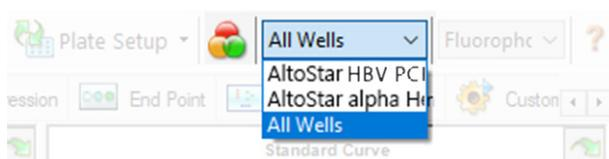

Figura 4: Botão Well Group (Grupo de Poços) e menu pendente Well Group (Grupo de Poços)
Na janela Data Analysis (Análise de Dados), certifique-se de que seleciona o **Well Group** (Grupo de Poços) do kit AltoStar® HBV PCR Kit 1.5. Deste modo, clique no menu pendente **Well Group** (Grupo de Poços) junto do botão **Well Group** (Grupo de Poços) (consulte a figura 4) da barra de ferramentas. Não utilize o **Well Group** (Grupo de Poços) «All Wells» (Todos os Poços). A seleção na figura 4 é utilizada como uma vista geral de exemplo.
1. Na janela Data Analysis (Análise de Dados), certifique-se de que seleciona o **Well Group** (Grupo de Poços) do kit AltoStar® HBV PCR Kit 1.5. Deste modo, clique no menu pendente **Well Group** (Grupo de Poços) junto do botão **Well Group** (Grupo de Poços) (consulte a figura 4) da barra de ferramentas.